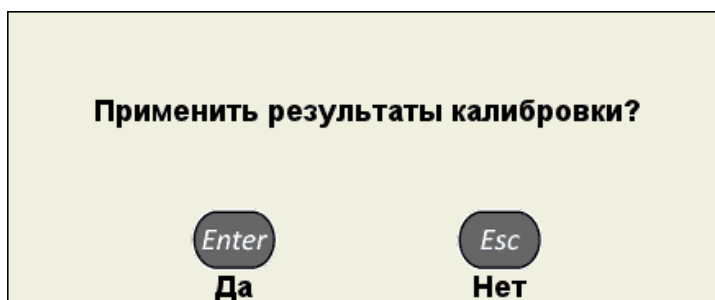

Рисунок 23
- для сохранения настроек нажать клавишу **Enter**. Откроется подтверждающее окно (рисунок 23).